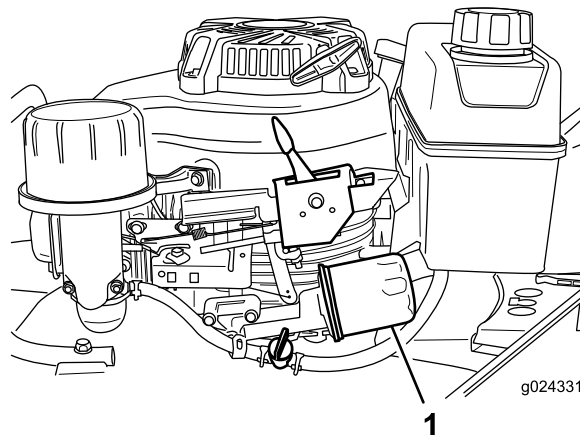

Рисунок 22
6. Поместите ветошь под масляный фильтр (Рисунок 22), чтобы собрать масло, которое может вытечь при демонтаже масляного фильтра.